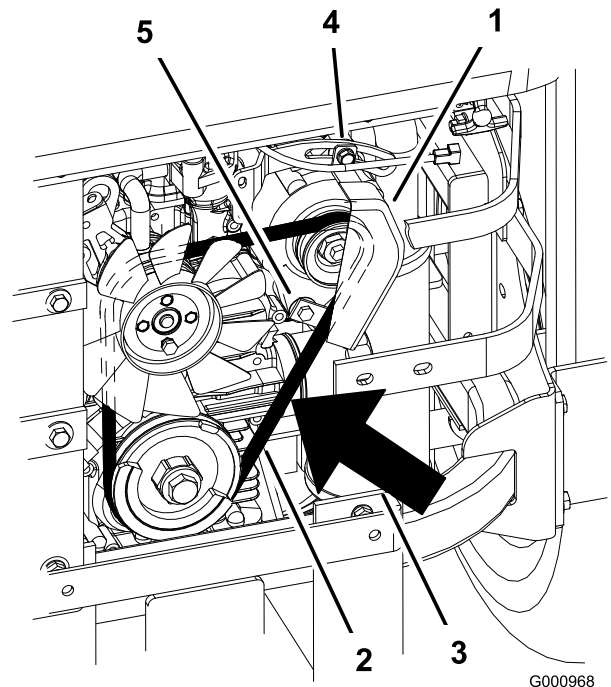

Bild 69
2. Stellen Sie die Lichtmaschine nach außen ein, sodass der Riemen zwischen den Motor- und Lichtmaschinenspannscheiben beim Aufbringen einer Kraft von 10 kg 7 mm bis 9 mm durchbiegt (Bild 69).
5. Wenn die Spannung richtig ist, ziehen Sie die untere und obere Schraube fest (Bild 69).